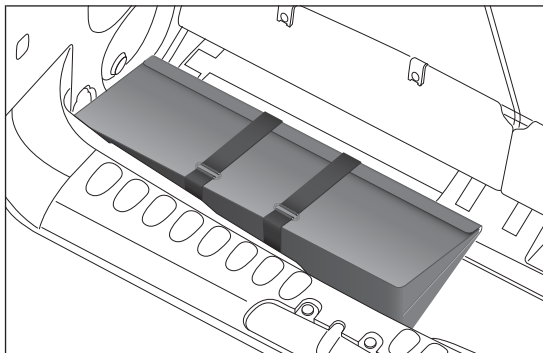

fig. 27
- ☐ *Versiones 7 plazas:* abrir el maletero y coger la bolsa de herramientas fig. 27;